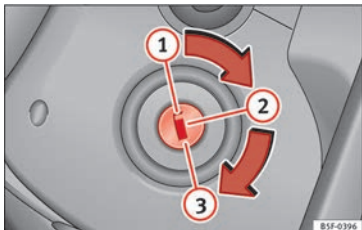

Abb. 145 Positionen des Fahrzeugschlüssels.
- Drehen Sie den Zündschlüssel in Stellung ① »» **Abb. 145**.
- Ziehen Sie den Zündschlüssel in Stellung ① »» **Abb. 145** ab »» ⚠.